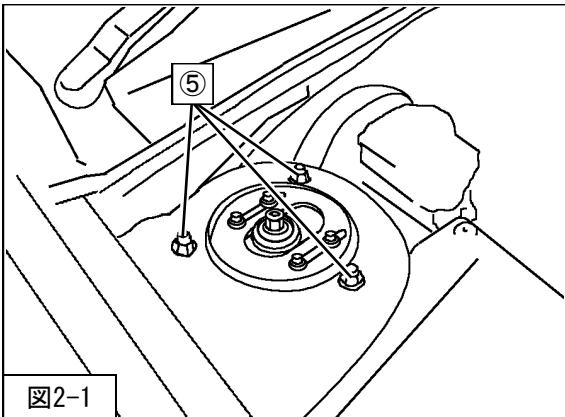

図2-1
⑤フロントサスペンションASSYアッパー取付ナット (締付トルク : 20N・m) を車両に取付けてください。(図2-1)